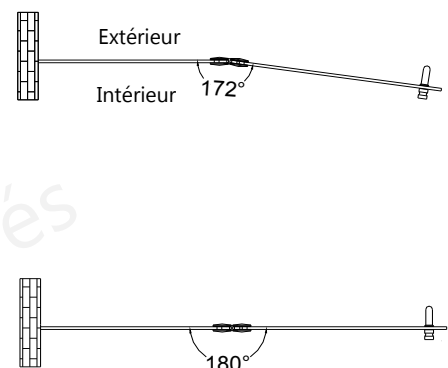

Figure 3
3. Utilisez la clé Allen fournie pour desserrer les vis de réglage sur la plaque de la charnière, ajustez la porte à l'angle souhaité, puis resserrez les vis de réglage. **(Figure 3)**